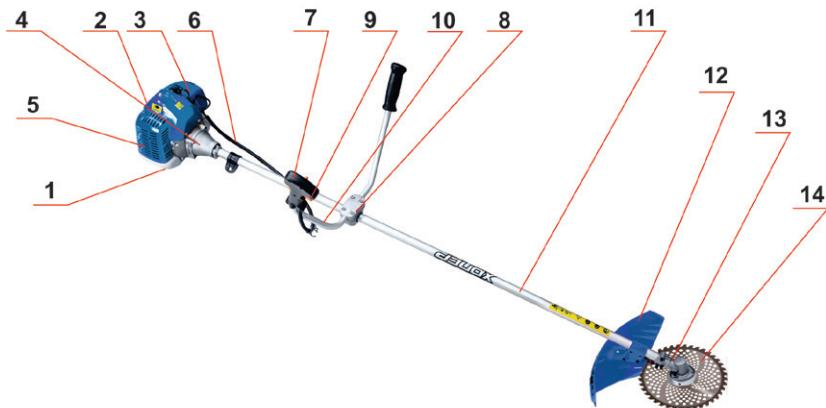

Рис. 2. Расположение основных элементов бензотриммера:
U-образная рукоятка (см. рис.2) состоит из двух частей: левой (7) и правой (8) ручек управления, которые прикреплены к штанге (12) с помощью соединительного кронштейна (9). Левая ручка служит для удержания бензотrimмера левой рукой, а правая ручка – для удержания правой рукой и управления работой бензотrimмера.
Ремень крепится к штанге с помощью держателя (16) (рис.2). Согласно рис.5 наденьте ремень на шею и пристегните карабин за одно из отверстий в держателе (16) (см. рис. 2).